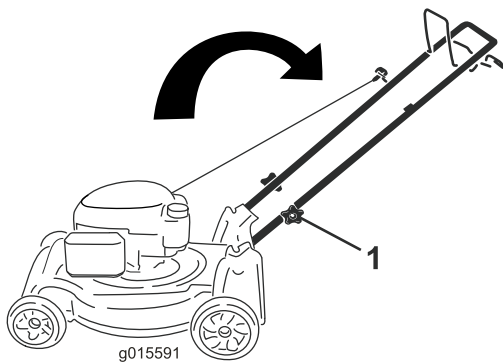

Figura 4
1. Pomo del manillar (2)
2. Mueva el manillar a la posición de operación (Figura 4).